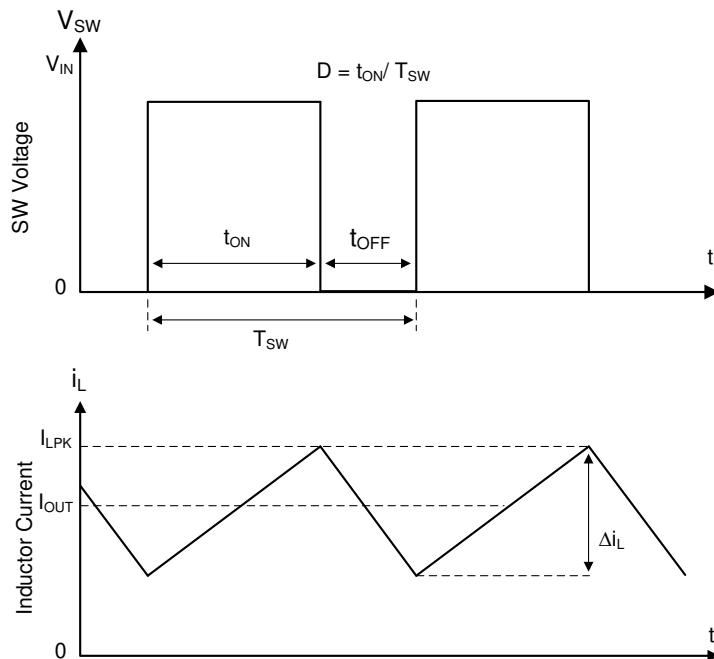

图 7-1. 连续导通模式 (CCM) 下的 SW 节点和电感器电流波形
LMR516xx 的以下运行说明涉及 功能方框图 和 图 7-1 中的波形。LMR516xx 是一款同步降压转换器，具有集成式高侧 (HS) 和低侧 (LS) 开关（同步整流器）。LMR516xx 通过使用受控的占空比打开高侧和低侧 NMOS 开关，来提供稳定的输出电压。高侧开关导通期间，SW 引脚电压上升至约 V_{IN} ，电感器电流 i_L 以线性斜率 $(V_{IN} - V_{OUT})/L$ 增加。当高侧开关被控制逻辑关闭时，低侧开关在经过反击穿死区时间后将会导通。电感电流通过低侧开关以斜率 V_{OUT}/L 放电。降压转换器的控制参数为占空比 $D = t_{ON}/T_{SW}$ ，其中 t_{ON} 是高侧开关导通时间， T_{SW} 是开关周期。转换器控制环路通过调整占空比 D 来维持恒定的输出电压。在可忽略损耗的理想降压转换器中， D 与输出电压成正比，与输入电压成反比： $D = V_{OUT}/V_{IN}$ 。